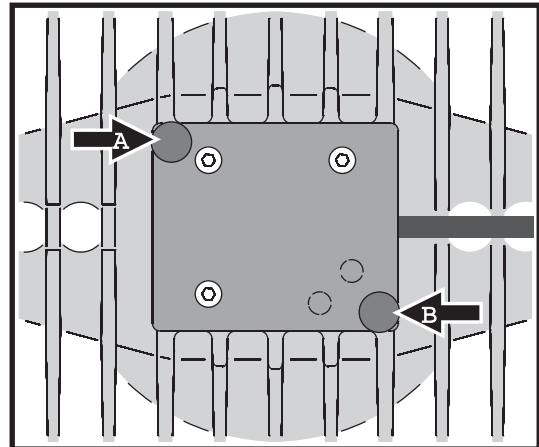

Bild 2: Halteschrauben des Lampenschachtes
2. Die Lampenfassung ist Bestandteil der Lampenabdeckung. Siehe Bild 2. Entfernen Sie die beiden Schrauben **A** und **B** der Lampenabdeckung und ziehen Sie das Modul vorsichtig aus dem Gerät, bis das Leuchtmittel entfernt werden kann. Vermeiden Sie starken Zug der Anschlussdrähte der Lampenfassung.